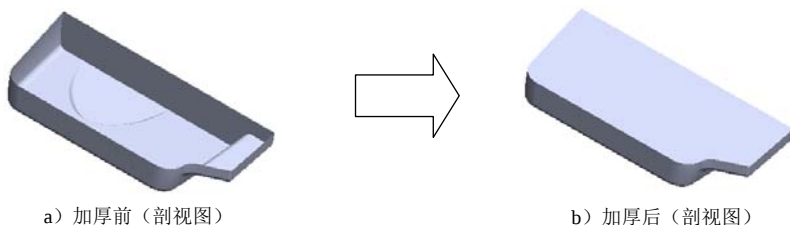

图 5.11.38 加厚 1
Step29. 创建图 5.11.38 所示的零件特征——加厚 1。选择下拉菜单 **插入(I)**  **凸台/基体(B)**  **加厚(T)...** 命令，系统弹出“加厚”对话框；选取圆角 7 为要加厚的曲面；在  文本框中输入数值 10.0，选中 ☒ **从闭合的体积生成实体(C)** 复选框；单击  按钮，完成加厚 1 的创建。